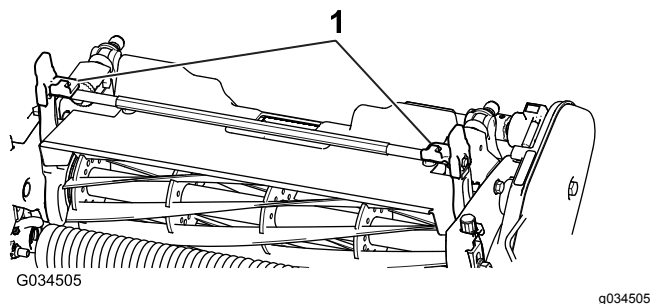
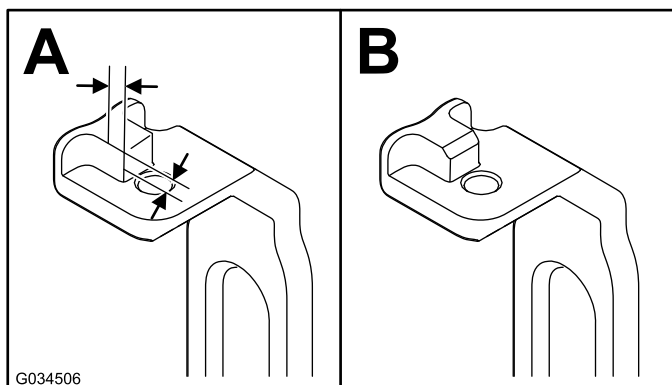

Figura 4
Figura 5
2. Em ambos os braços articulados (Figura 4), meça 2,3 mm nas abas e afie o canto como se mostra na Figura 5.